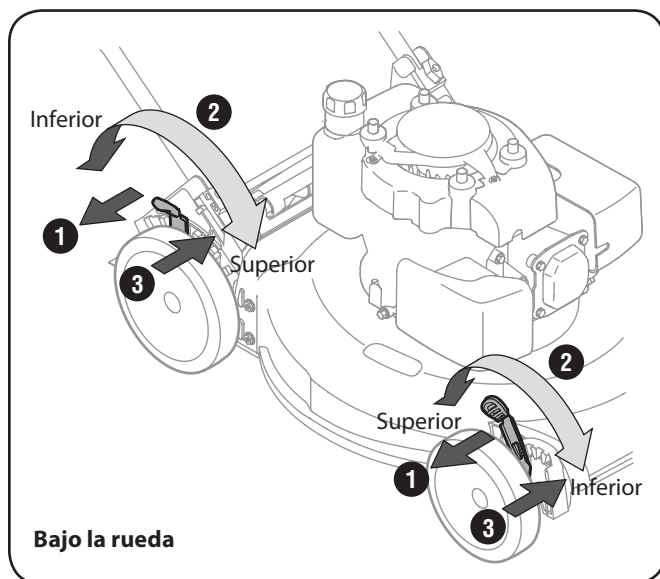
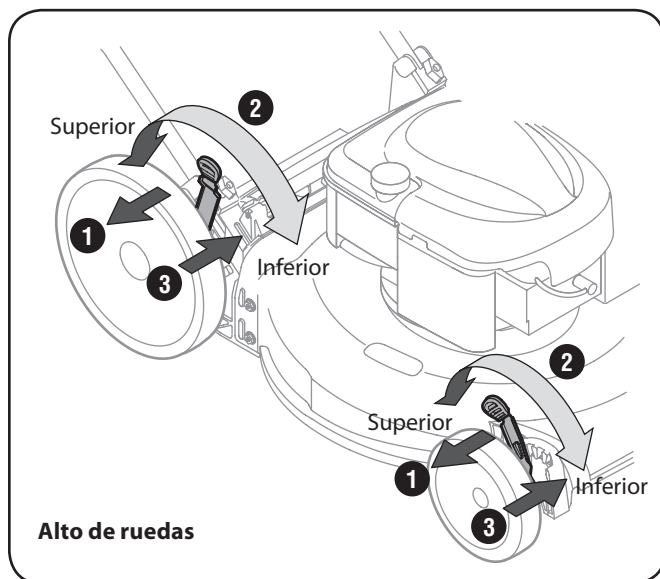

Figure 3-11
Figure 3-12
2. Muévela a cualquier de las posiciones para la altura de corte deseado. Vea Figure 3-11 y Figure 3-12.